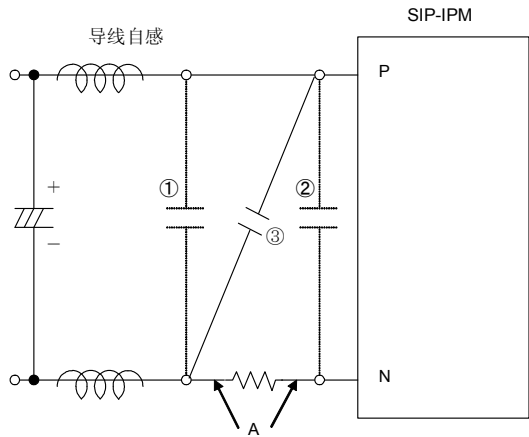

图 4.14 缓冲电路
如图4.14所示，①和②为缓冲电容插入位置。为了有效的抑制浪涌电压，缓冲电容一般应被安装在图中②的位置上。但是缓冲电容的充放电电流(配线电感和缓冲电容的谐振电流)会流过旁路电阻，当配线电感足够大时，有可能产生由充放电电流过大而引起短路保护的误动作现象。